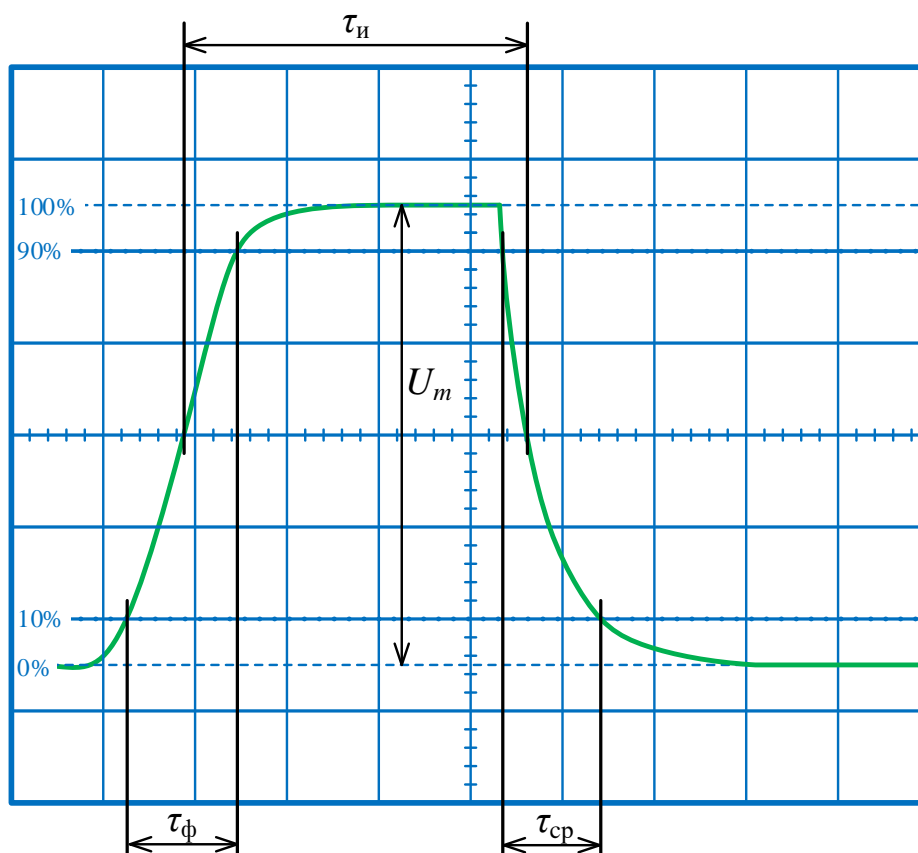

Рис. 3.10. Параметры реального прямоугольного импульса
В данном пункте требуется измерить при помощи ЭЛО длительность одиночного импульса с генератора AFG3021B $\tau_{и}$, длительности фронта τ_{ϕ} и среза $\tau_{ср}$, пользуясь методикой ниже. Эти параметры импульса регламентируются ГОСТом и соответствуют рис. 3.10.
4. Плавной регулировкой временного сдвига на генераторе переместите импульс в центр экрана. Для этого нажмите «*Фаза|Задержка*» – «*Задержка переднего фронта*» и вращайте колесо на генераторе. Для изменения дискрета регулировки можно использовать кнопки « \leftarrow » и « \rightarrow ». При помощи переключателя *VOLTS/DIV* и ручки *VAR* канала CH1 отрегулируйте коэффициент отклонения осциллографа так, чтобы осциллограмма импульса вписалась между отметками шкалы 0% и 100% (рис. 3.10). При этом пунктирные линии 10% и 90% будут указывать уровни 0,1 и 0,9 от амплитуды импульса.